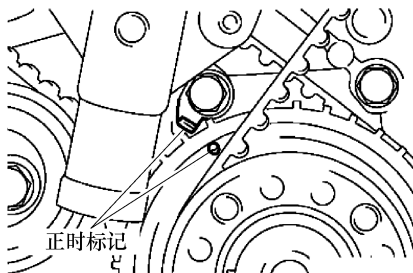

图 4-67 对齐曲轴链轮正时标记
2) 对齐曲轴链轮上的正时标记和前壳上的正时标记, 如图 4-67 所示。